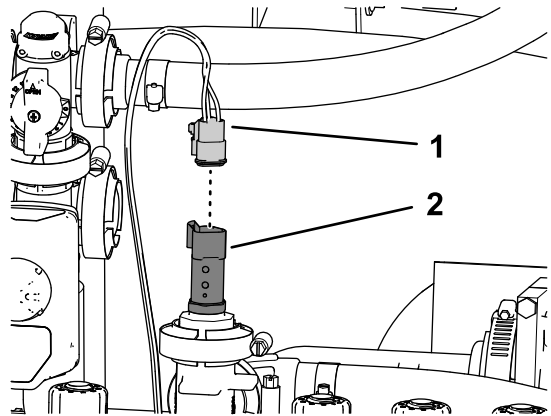

Bild 133
1. Stecken Sie den 3-Buchsen-Stecker des 61-cm-Kabelbaumzweigs, der mit **PRESSURE TRANSDUCER GREEN WEDGE** beschriftet ist, in den 3-Stift-Stecker des Druckwandlers (Bild 133).